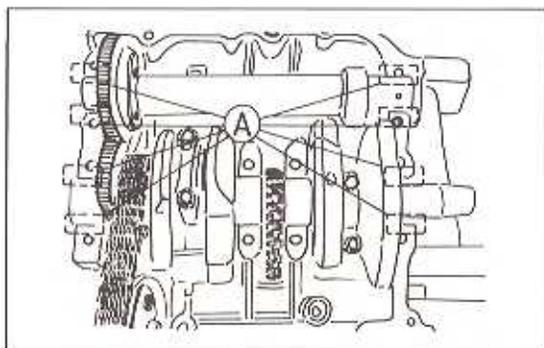

Bild 167
- Die Passhülsen in die obere Gehäusehälfte einsetzen (Bild 167).